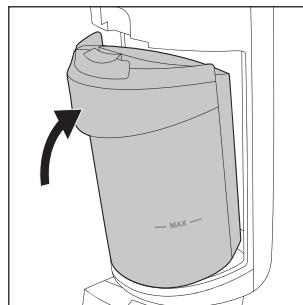

Abb. 30
- ♦ Befestigen Sie den Schmutzwasserbehälter **2** wieder am Gerät, indem Sie zuerst den Boden des Schmutzwasserbehälters **2** einsetzen. Schieben Sie dann den Schmutzwasserbehälter **2** in Richtung des Gerätes, bis der Schmutzwasserbehälter **2** hörbar am Gerät einrastet (siehe Abb. 30).